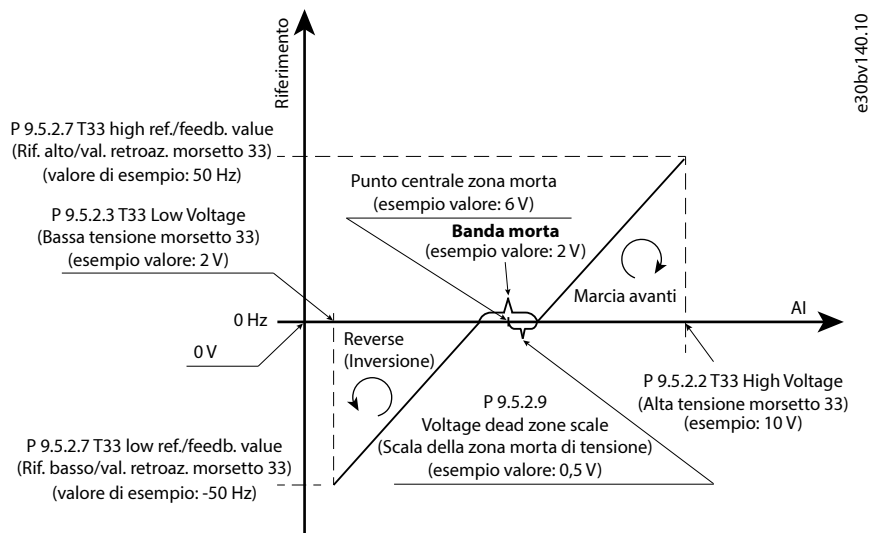

Figura 90: Esempio di funzione zona morta
- La **Figura 90** è un esempio di utilizzo dell'ingresso analogico T33 (modalità tensione, 2–10 V) per la funzione zona morta per controllare il funzionamento del motore a velocità da -50 Hz a 50 Hz.